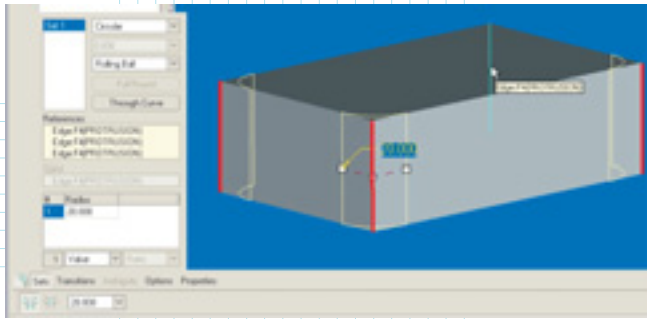

Рис. 6. Решение задачи №3 по первой схеме в Pro/E Wildfire
Выбираем функцию *Round Tool* (1 шаг); выбираем первую грань (1); задаем требуемый размер радиуса (1); удерживая нажатой клавишу *Ctrl*, выбираем оставшиеся три грани (3), что позволяет включить выбранные грани в один набор и задать для них один общий размер радиуса (рис. 6); нажимаем *OK* (1). Итого на решение задачи в *Pro/E Wildfire* требуется **7** шагов.